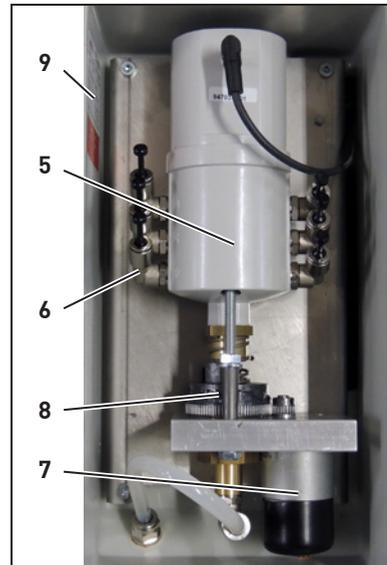

Fig. 3-2 Pompa e distributore
- Inserire le estremità dei tubi nei connettori di lubrificazione (6, Fig. 3-2) e controllare che siano a tenuta.